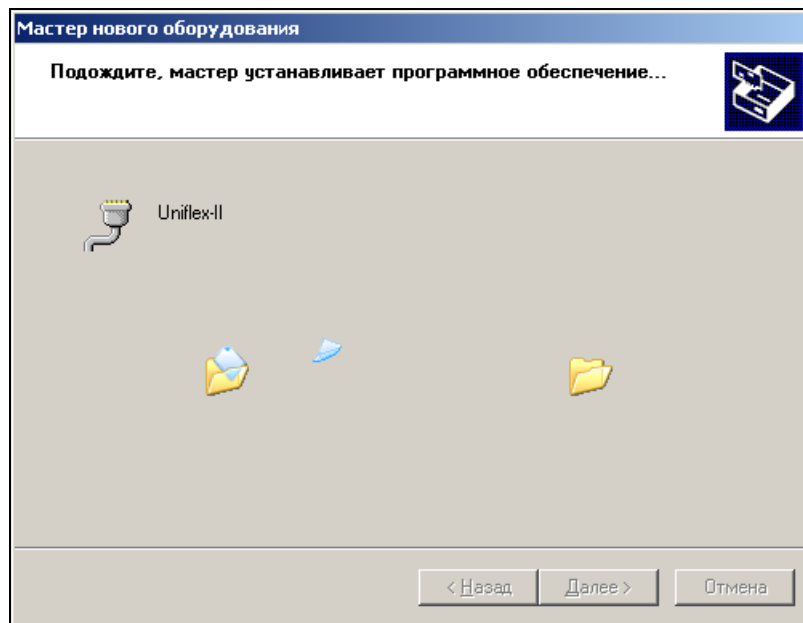
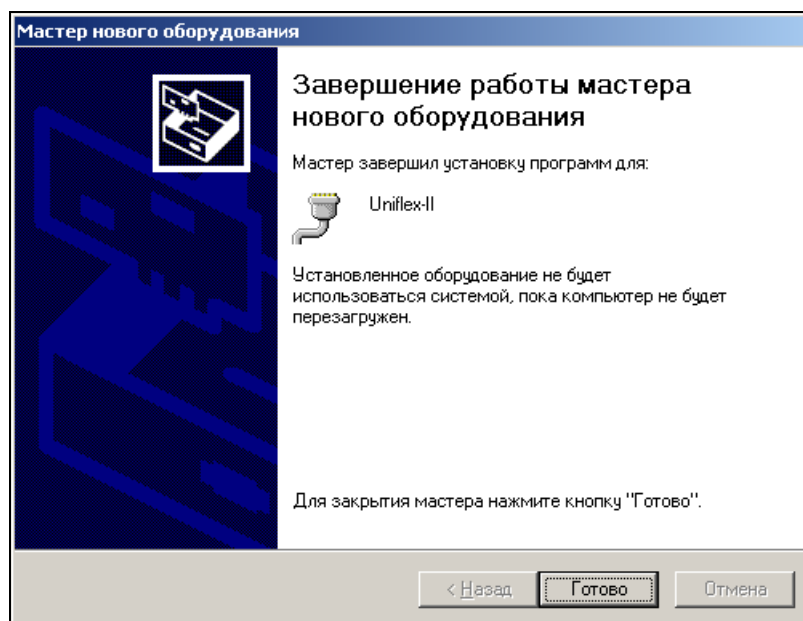

Рис. 8. Окно установки ПО
Рис. 9. Окно завершения работы мастера нового оборудования
8. Нажмите кнопку **Все равно продолжить**. Начнётся процесс установки драйвера и на экране появится окно установки ПО, представленное на Рис. 8. После установки драйвера на экране появится окно, представленное на Рис. 9.
9. В окне завершения работы мастера нового оборудования (см. Рис. 9) нажмите на кнопку **Готово**. На экране появится сообщение: «Установка новых устройств закончена. Требуется выполнить перезагрузку компьютера для завершения установки программного обеспечения. Новые параметры вступают в силу только после перезагрузки системы. Выполнить перезагрузку сейчас?».